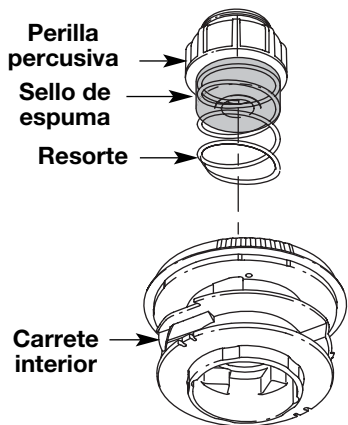

Fig. 23
1. Saque la perilla percusiva, el resorte y el sello de espuma girando la perilla percusiva en sentido antihorario (Fig. 23).
4. Sostenga el carrete interior en su lugar e instale el botón de tope, el resorte y el sello de espuma presionando y girando la botón de tope en sentido horario. Tome los extremos y tire con firmeza para soltar la línea de las ranuras de fijación en el carrete interior (Fig. 23).
2. Saque la botón de tope, el resorte y el sello de espuma (Fig. 23).
7. Coloque la botón de tope, el resorte y el sello de espuma en la bobina exterior (Fig. 23).